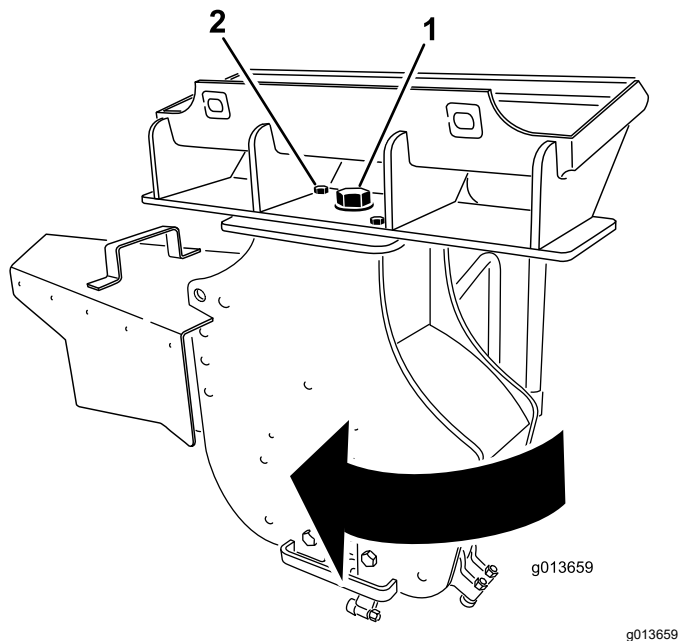

Figura 14
3. Afloje el perno grande situado encima del desbastador (Figura 14).
4. Retire el perno delantero y la tuerca que sujetan el desbastador (Figura 14).
5. Gire el desbastador 30 grados en sentido horario (Figura 14).
6. Apriete el perno grande situado encima del desbastador a 406 N·m, según se muestra en Figura 14.
7. Instale el perno y la tuerca en el taladro delantero y apriételes a 101 N·m, según se muestra en Figura 14.
13. Afloje el perno grande situado encima del desbastador (Figura 14).
14. Retire el perno delantero y la tuerca que sujetan el desbastador (Figura 14).
15. Gire el desbastador 30 grados en el sentido contrario a las agujas del reloj (Figura 14).
16. Apriete el perno grande situado encima del desbastador a 406 N·m, según se muestra en Figura 14.
17. Instale el perno y la tuerca en el taladro delantero y apriételes a 101 N·m, según se muestra en Figura 14.